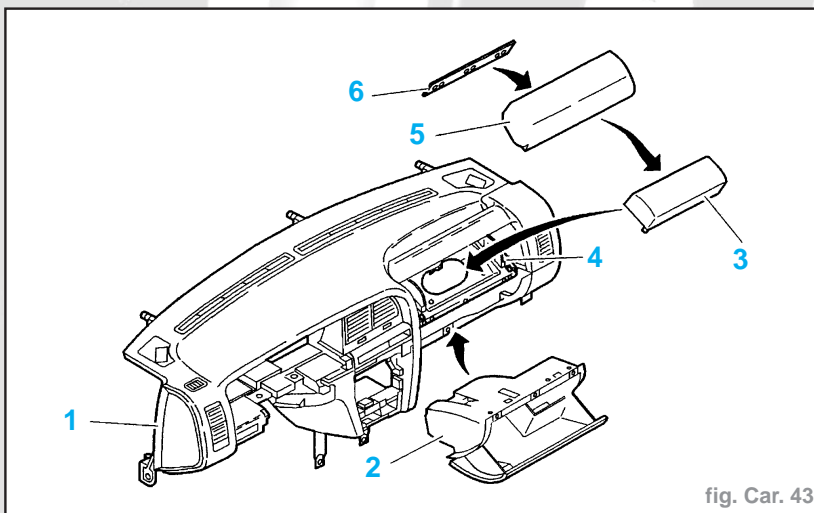

fig. Car. 43
**PLANCHE DE BORD** (fig. Car. 43)